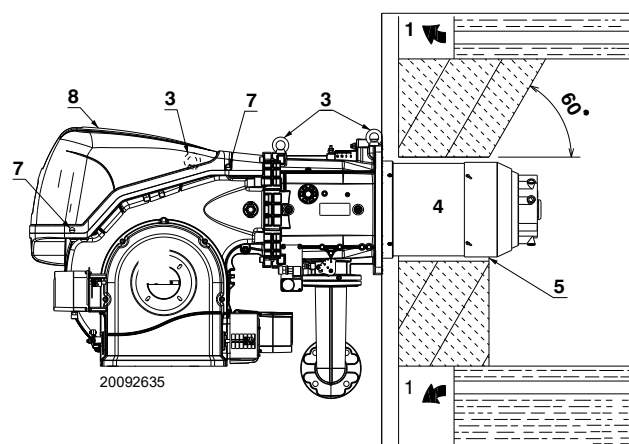

Abb. 12
Für Heizkessel mit vorderem Abgasumlauf 1)(Abb. 12) oder mit Flammenumkehrkammer muss eine Schutzschicht aus feuerfestem Material 5), zwischen feuerfestem Material des Kessels 2) und Flammrohr 4) vorgesehen werden.
Durch Einhaken an den Ringen 3)(Abb. 12) ein angemessenes Hebesystem vorbereiten, nachdem die Befestigungsschrauben 7) der Verkleidung 8) entfernt wurden.
- Den beige packten Hitzeschutz am Brennerrohr 4)(Abb. 12) einpassen.